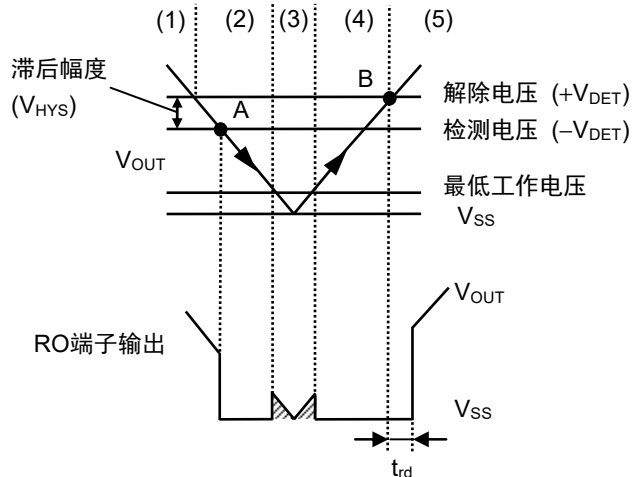

图18 检测器部分的时序图
- (1) 当稳压器的输出电压 (V_{OUT}) 大于或等于检测器的解除电压 ($+V_{DET}$) 时, N通道晶体管 (N1, N2) 变为关, 向RO端子输出 "H"。此时, P通道晶体管 (P1) 为开状态, 向比较器 (C1) 的输入电压为 $\frac{R_B \cdot V_{OUT}}{R_A + R_B}$ 。
- (2) 即使 V_{OUT} 降低到小于或等于 $+V_{DET}$ 时, 只要高于或等于检测电压 ($-V_{DET}$), 就能向RO端子输出 "H"。若 V_{OUT} 降低到小于或等于 $-V_{DET}$ (图18的A点) 时, 通过C1控制的N1变为开, C_{DLY} 被放电。同时, 由延迟电路控制的N2变为开, 向RO端子输出 "L"。此时, P1变为关, 向C1的输入电压为 $\frac{R_B \cdot V_{OUT}}{R_A + R_B + R_C}$ 。
- (3) 若 V_{OUT} 进一步下降到小于或等于最低工作电压时, RO端子的输出变得不稳定。若RO端子被上拉时, 输出 "H"。
- (4) 若 V_{OUT} 上升到大于或等于最低工作电压时, 向RO端子输出 "L"。此外, 在 V_{OUT} 大于 $-V_{DET}$ 且小于 $+V_{DET}$ 的情况下, 输出为 "L"。
- (5) 再继续使 V_{OUT} 上升, 若上升到大于或等于 $+V_{DET}$ (图18的B点) 时, N1变为关, C_{DLY} 被充电。如 V_{DLY} 为阈值电压 (1.25 V (典型值)), 则由延迟电路控制的N2变为关, 向RO端子输出 "H"。